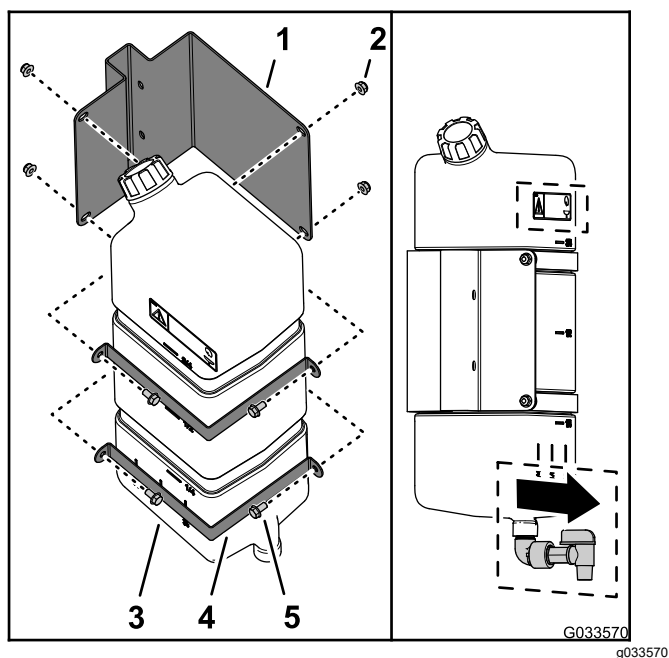

Figura 43
1. Asamblai rezervorul de apă dulce pe suportul aferent cu 2 chingi de montaj, 4 uruburi cu guler (5/16 x 5/8") i 4 contrapiulie cu guler (5/16") aa cum este indicat în Figura 43.